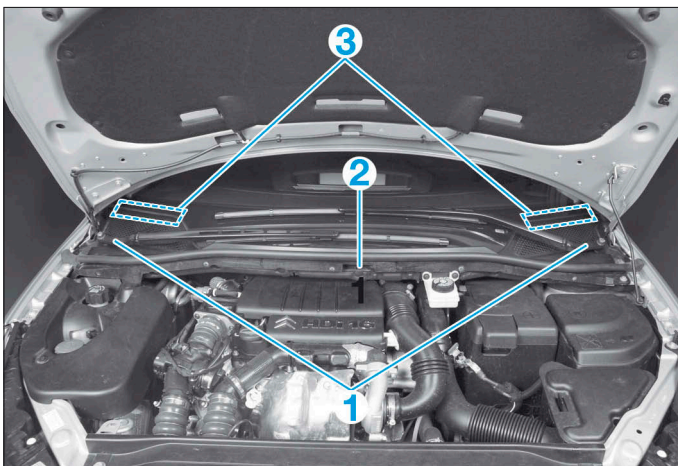

FIG. 22
- Déposer les bras d'essuie glace (1) (Fig.22).
- Déposer l'agrafe centrale (2).
- Dégrafer la grille d'auvent aux endroits indiqués (3) et extraire la grille d'auvent.